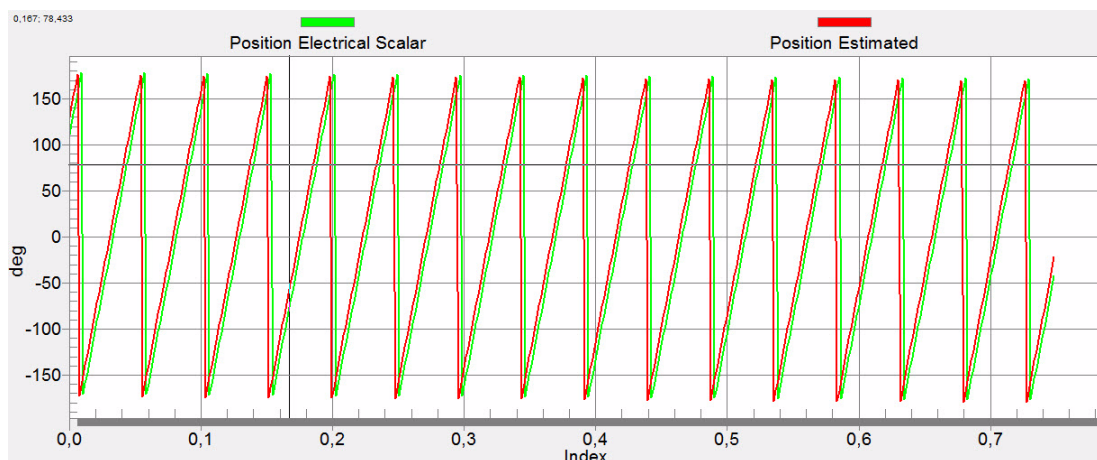

图5. 生成位置与估计位置
7. 选择*Position*（位置）记录器来检查观测器的可行性。Position Electrical Scalar（电气标量位置）与Position Estimated（估计位置）之间的差异应极小，以确保反电动势位置与速度观测器正常工作（见图5）。位置差异取决于电机负载。负载越大，位置差异越大。